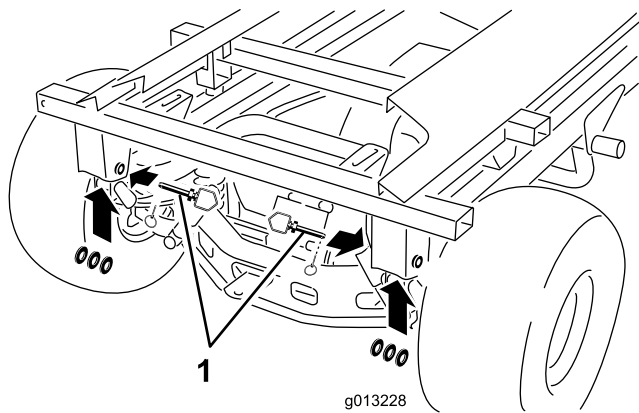

Figura 2
10. Remova os pinos de sujeição traseiros, pinos de engate e anilhas (Figura 2).